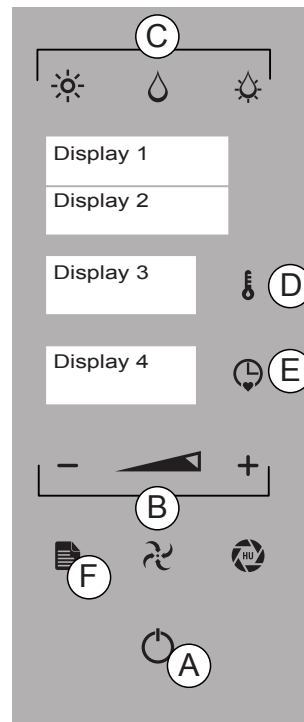

Fig.1
3. Mit den Tasten "WENIGER" und "MEHR" (Abb. 1/F) die Funktion "KERNTEMPORATURFÜHLER" auswählen.
4. Den Kochmodus (Abb. 1/C), die Temperatur (Abb. 1/D), die Temperatur des Temperaturfühlers (Abb. 1/E) und die gewünschten Parameter (s. Kap. 5) auswählen.
Drücken Sie die Taste "EINGABE" (Fig 1/A) zum Starten des Back-/Kochvorgangs.
Um die Funktion zu verlassen und zum Hauptmenü zurückzukehren die Taste "MENÜ" (Abb. 1/F) drücken.
3. Mit den Tasten "WENIGER" und "MEHR" (Abb. 1/F) die Funktion "DELTA T" auswählen.
Drücken Sie die Taste "TEMPORATUR" (Abb. 1/D) und stellen Sie einen konstanten Temperaturunterschied zwischen Backröhre und Messsonde innerhalb des Bereichs von 20° und 120° ein.
Die Taste "ZEIT" (Abb. 1/E) drücken und mit den Tasten "WENIGER", "MEHR" (Abb. 1/B) die Temperatur der Zentralmesssonde einstellen. Drücken Sie die Taste "TEMPORATUR" zum Bestätigen.